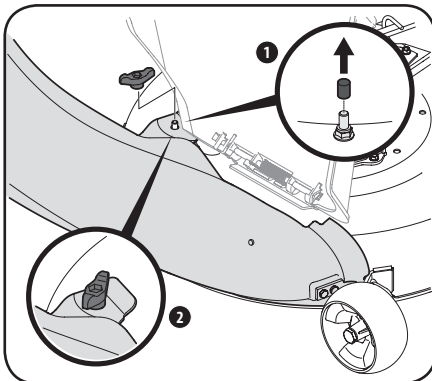

Figure 4-13
2. Fixez le coude de la goulotte au plateau de coupe avec un écrou papillon (720-04122) de l'ensemble de quincaillerie 689-00567. Voir Figure 4-13.
Note : Retirez le capuchon protecteur (si présent) du goujon de montage sur le plateau de coupe. Voir Figure 4-13.